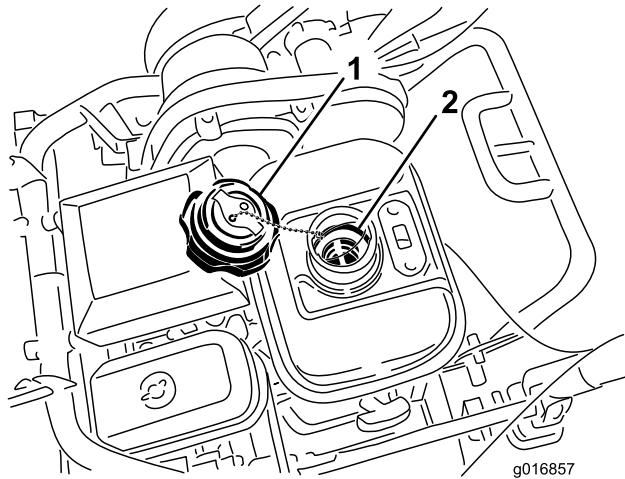

Figura 37
3. Svitate e togliete il relativo tappo dal serbatoio carburante (Figura 37).